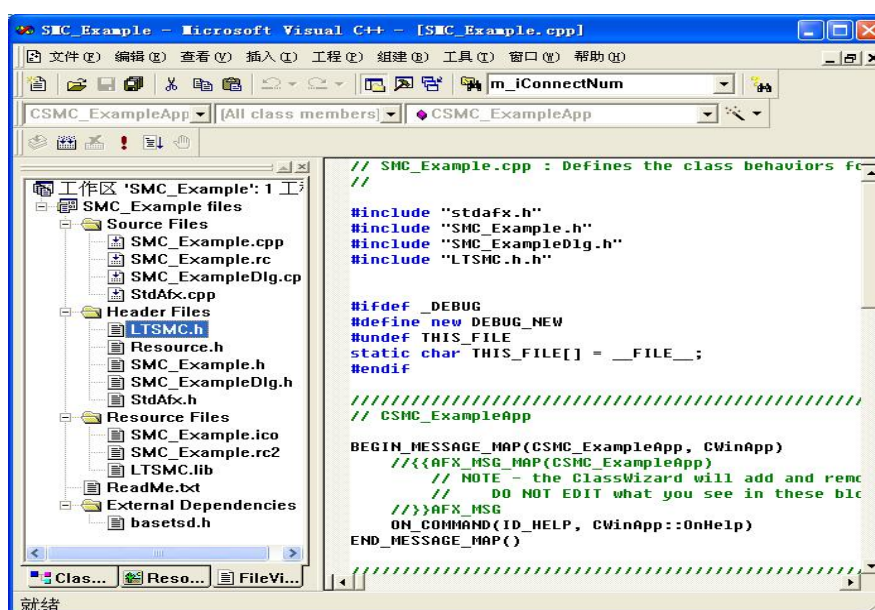

图1.2程序增加头文件
- 9) 打开SMC_EXAMPLE.cpp 文件、SMC_EXAMPLEDlg.cpp,在程序开始部分添加相应语句:#include “LTSMC.h”，如图1.2所示。